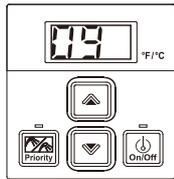

Fig. 2
4. Utilizar los botones **Up** y **Down** del panel de control para recorrer los parámetros (Fig. 2).